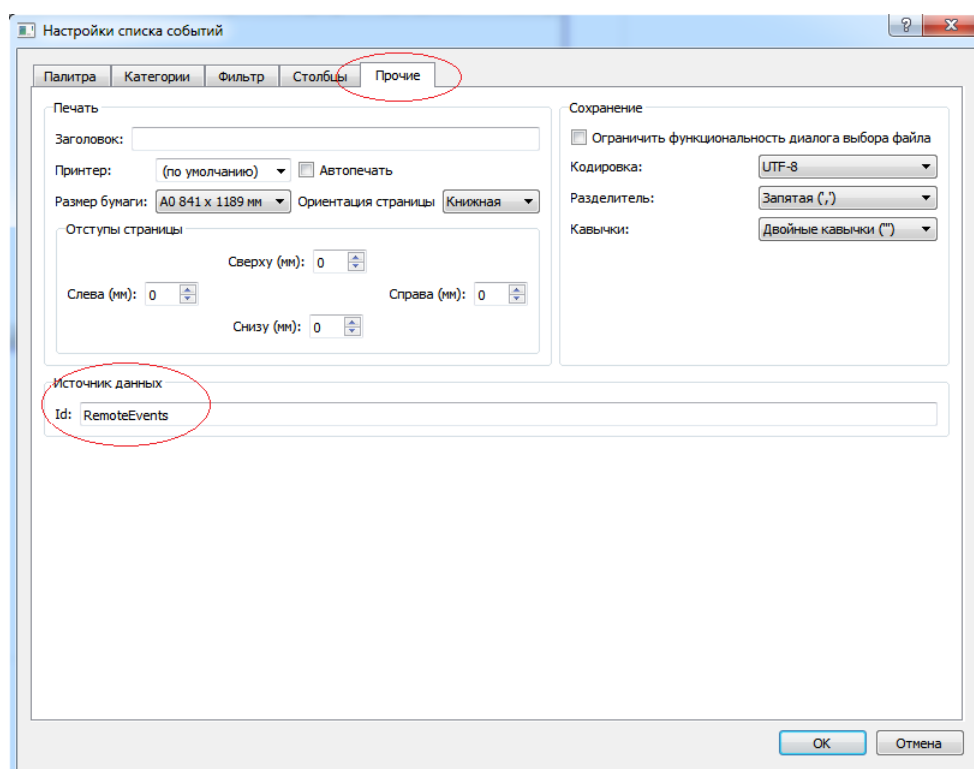

Рисунок 3.335 - Окно настроек списка событий функционального блока EventViewer
3) Откроется окно настроек списка событий, в котором нужно выбрать вкладку Прочие (см. рис. 3.335);
4) Во вкладке Прочие в поле ввода **Источник данных** необходимо указать из какого источника будут браться события (источник можно указать только один). В данном случае указан источник **RemoteEvents** (см. рис. 3.335), который связан с приложением **Project2.Мост** (настраивали ранее), а значит в данном функциональном блоке **EventViewer** будут отображаться события из проекта **testBridge_Project2**.